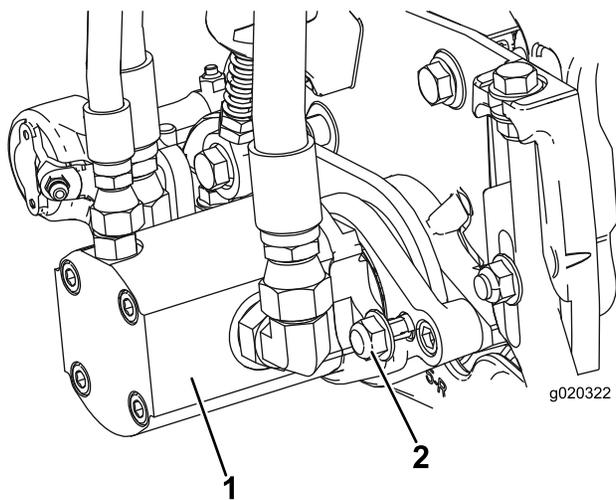

Figura 13
16. Montate il motore ruotandolo in senso orario in modo che le flange del motore non tocchino i dadi di bloccaggio (Figura 13). Ruotate il motore in senso antiorario, finché le flange non circondano i dadi, poi serrate i dadi.